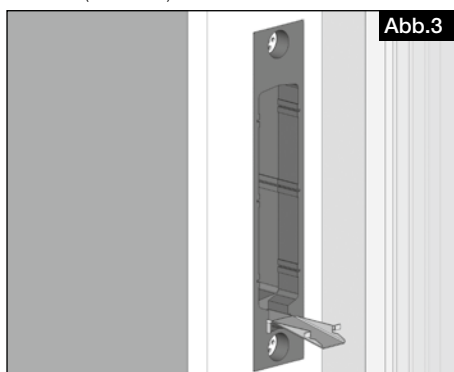

Abb.3
2. Kondensatableitblech in den Putzrahmen einstecken (s. Abb. 3).
2. Insert the condensate discharge plate in the plaster frame (see Fig. 3).
2. Insérer la tôle d'évacuation de condensat dans le cadre (voir fig. 3).